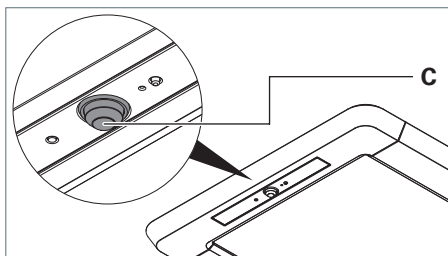
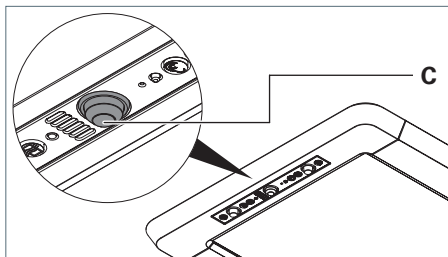

Fig. 37: Sensore PIR, versione R.
Fig. 38: Sensore PIR, versione RX.
- Posizionare la testa a sfera **C** del sensore PIR nella direzione desiderata, vedere Fig. 37 e vedere Fig. 38.